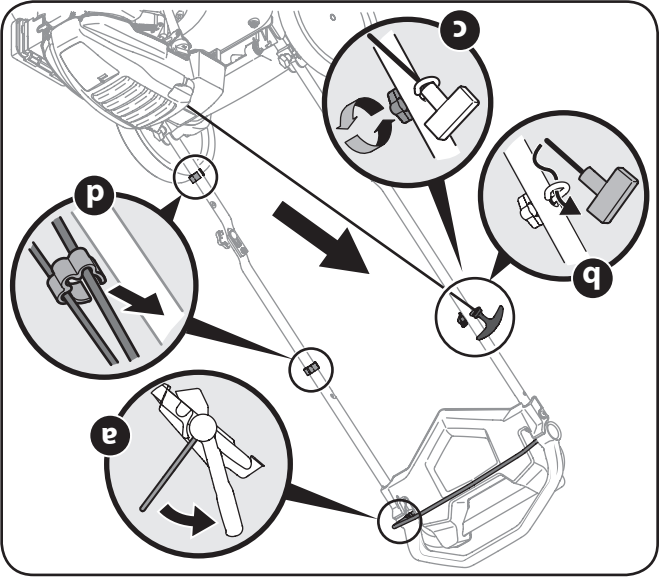

Figure 3-6
4. Le guide de la corde du démarreur est installé sur la droite du guidon supérieur. Desserrez le boulon à oreilles qui maintient le guide de la corde en place. Voir la Figure 3-6.
- b. Dégagez lentement la poignée du démarreur à l'ancure du moteur et faites passer la corde dans son guide. Voir la Figure 3-6.